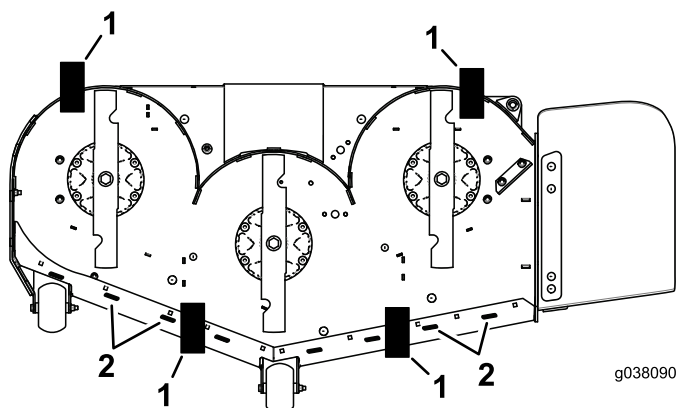

**Figura 81**
10. Slăbiți încet urubul de reglare al arcului de asistare pentru ridicare, până când puteți îndepărta urubul (Figura 81).